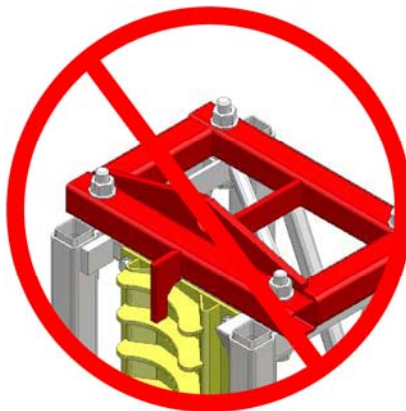

Figure 3
- 1- La section de fin de mât doit être retirée avant de positionner les chaînes, élingues ou courroies afin d'éliminer les arêtes vives créées par les boulons ou la section de fin de mât. (Voir figure 3)
1. La hauteur autoportante est désignée par la distance entre le dessous des vérins et le plancher de la plateforme (partie haute de la plate forme). (voir figure 3 et 4).
1. Lors de l'utilisation des longerons de 10'-6" (3.2m) à leur extension maximale de 7' (2.1m), l'utilisation du kit #19510073 (voir figure 3) est requise et l'installation doit être effectuée conformément à la procédure présentée dans le manuel d'utilisateur.
2. Lors de l'utilisation des longerons de 13'-6" (4.14m), **l'extension maximale d'utilisation des longerons est maintenant de 8'-0" (2.44m)** (voir figure 3, détail A), l'utilisation du kit #19510073 (voir figure 3) est requise et l'installation doit être effectuée conformément à la procédure présentée dans le manuel d'utilisateur.
1. Le plat façonné (voir figure 3 détail A) 3/8" x 3" x 4 1/2" (# 28018111) du pivot à longeron spécial (#20490555) **doit être remplacé par un plat façonné 5/8", x 3" x 4 1/2" H.R. Grade 44W (#28026794).**
2. Les 2 boulons BOZ-7186 (1/2"-13UNCx3-3/4" gr5 zinc) **doivent être remplacés par 2 boulons BOZ-7190 (1/2"-13UNCx4" gr5 zinc).** (voir figure 3, détail A).